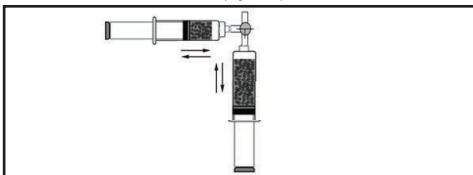

Figura 10.
- 2.4 Collegare la siringa di caricamento microsfere-farmaco e la seconda siringa del farmaco a un rubinetto a 3 vie (Figura 10).